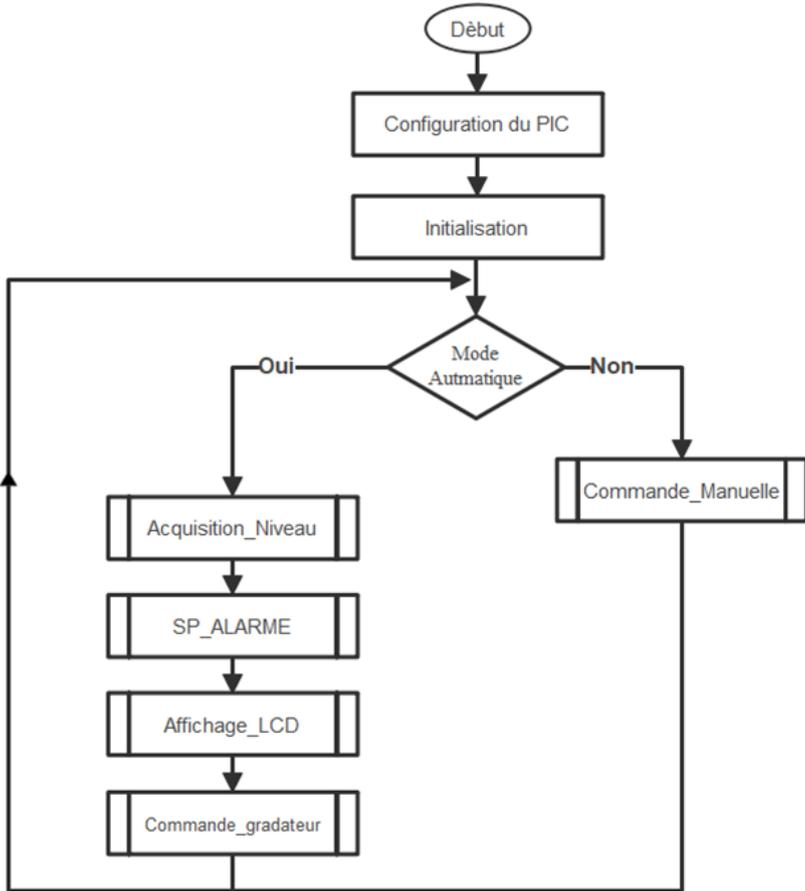

Figure 3 : Organigramme de fonctionnement
**Q.30-** Compléter les lignes de la fonction principale correspondant à l'organigramme de fonctionnement du système (Figure 3 **DRES 02**). 5.25 pts